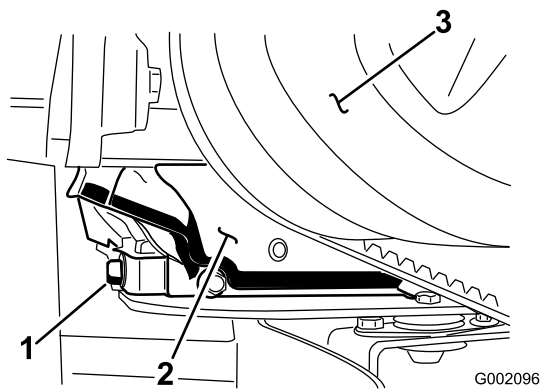

Рисунок 40
5. Установите сливной поддон емкостью 1,5 л под пробку сливного отверстия (Рисунок 40).
6. Снимите пробку сливного отверстия (Рисунок 40).